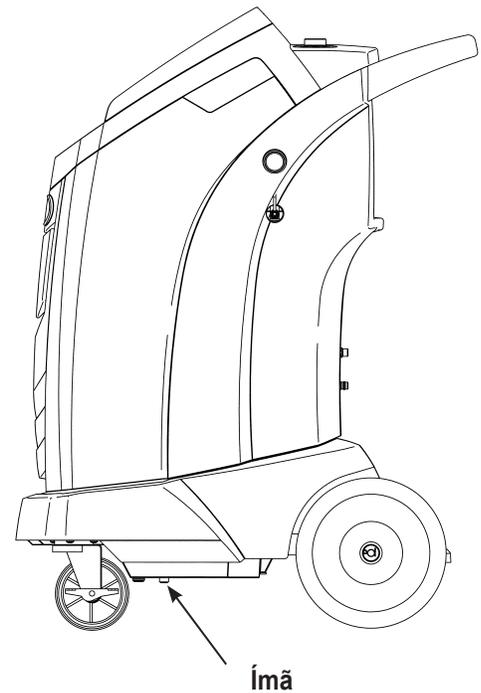

Figura 9
1. Consulte a Figura 9 e verifique se o ímã na parte inferior da máquina está limpo.